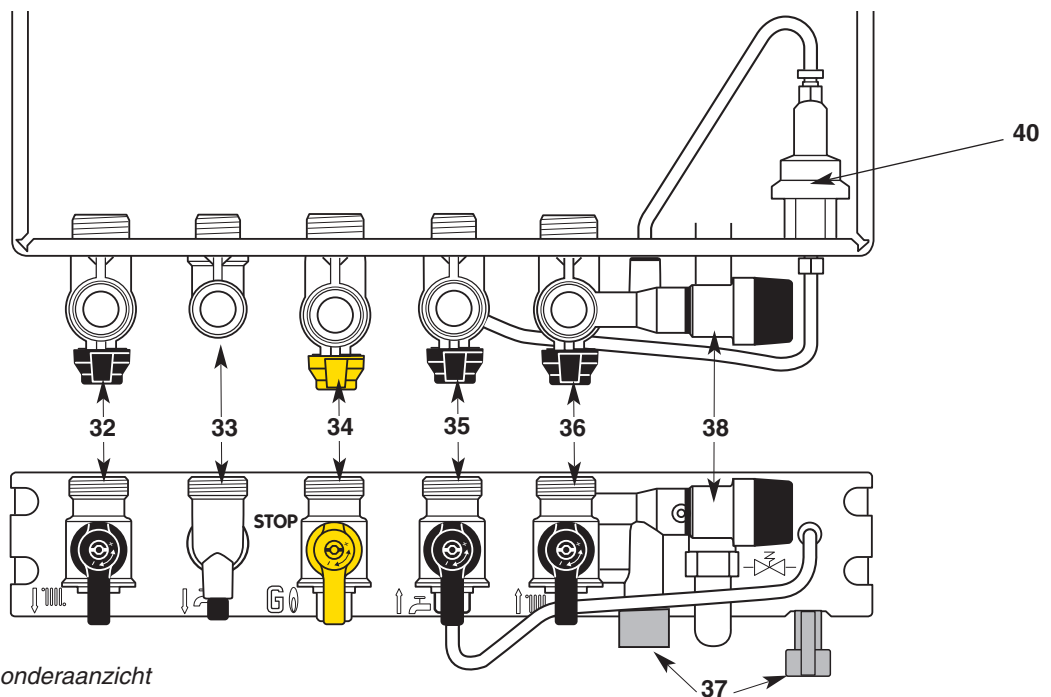

Fig. 23- Vooraanzicht en onderaanzicht
Kraanblok (fig. 23)
4. Zet de gastoevoerkraan **34** (fig. 23), open op stand  . Uw ketel is klaar om te werken.
- Draai de gastoevoer dicht door middel van kraan **34** (fig. 23), op STOP .
*Bij sommige installaties is het mogelijk dat er zich bij aftappen van warm water, een lichte opwarming voordoet van de buizen (en eventueel van een radiator). Om dit te vermijden, de vertrekdraai van de verwarming **32** (fig. 23)*